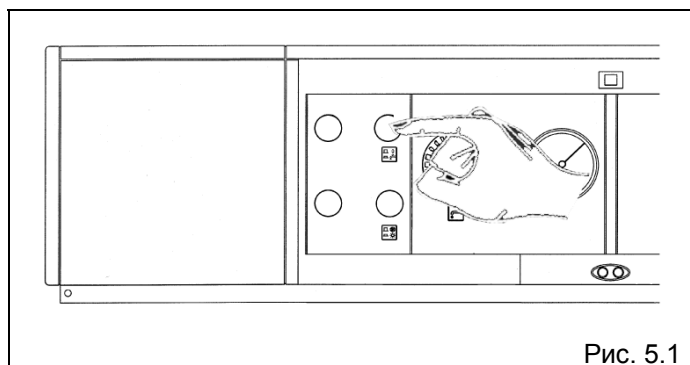

Рис. 5.1
- нажмите выключатель бойлера и убедитесь в том, что погас зеленый световой индикатор (Рис. 5.1).